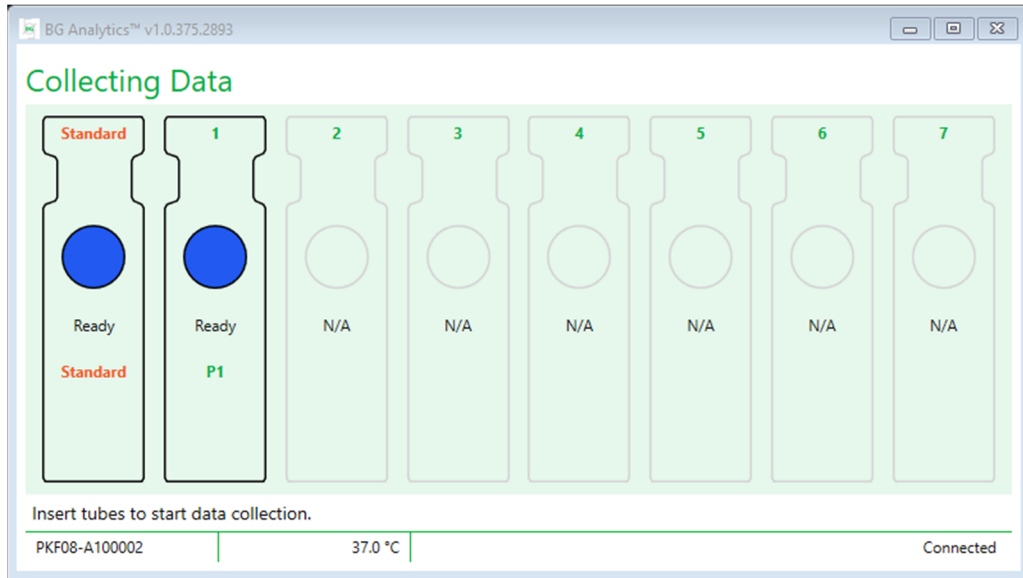

Figure 12. Écran de collecte de données de BG Analytics®, prêt pour la collecte de données
1. Sur l'écran **Collecte des données**, le statut de chaque puits avec un identifiant d'échantillon est « Prêt » (comme illustré à la figure 12).